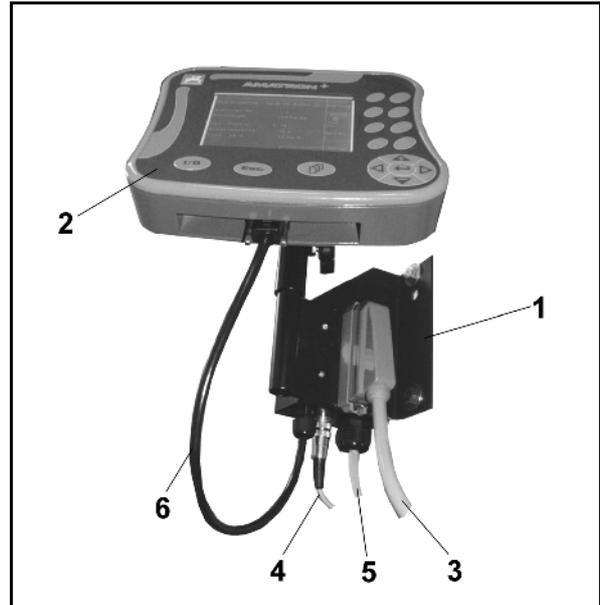
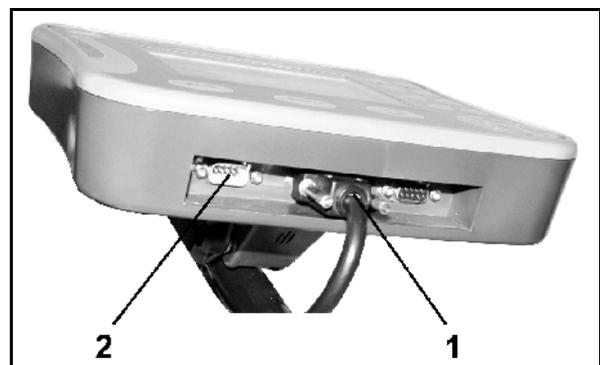

Fig. 83
Fig. 84
- Lors du montage de l'équipement de base du tracteur (Fig. 83/1) vérifiez impérativement que la distance par rapport à la radio ou à l'antenne soit d'au moins 1 m.
Insérez le support avec l'ordinateur (Fig. 83/2) dans le tube de la console.
Branchez le pulvérisateur attelé au tracteur en utilisant le connecteur machine (Fig. 83/3).
Branchez le câble de connexion à la batterie (Fig. 83/5) sur la batterie du tracteur.
Branchez le connecteur du câble de liaison (Fig. 83/6) sur la douille Sub D centrale 9 pôles (Fig. 84/1).
L'interface sérielle (Fig. 84/2) permet de brancher un terminal GPS.